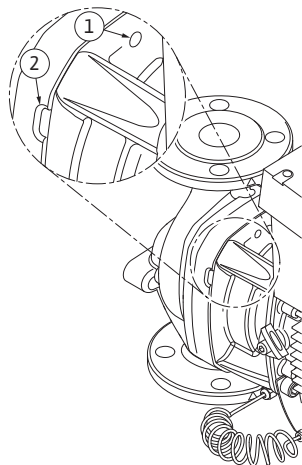

Fig. 50: Нарізеві отвори і прорізи для виштовхування модуля з корпусу насоса
13. Виштовхнути модуль з корпусу насоса (див. Fig. 13). Для цього рекомендовано використати два нарізні отвори (Fig. 50, п. 1), у першу чергу, щоб вийняти модуль з гнізда. Щоб вийняти модуль з гнізда, слід вкрутити у нарізеві отвори відповідні гвинти. Якщо модуль рухається легко, для виштовхування можна використати додаткові шпари (Fig. 50, п. 2) між корпусом насоса і ліхтарем (для цього, наприклад, можна вставити туди дві викрутки і використати їх як важель). Пройшовши 15 мм, модуль виходить за межі корпусу насоса.